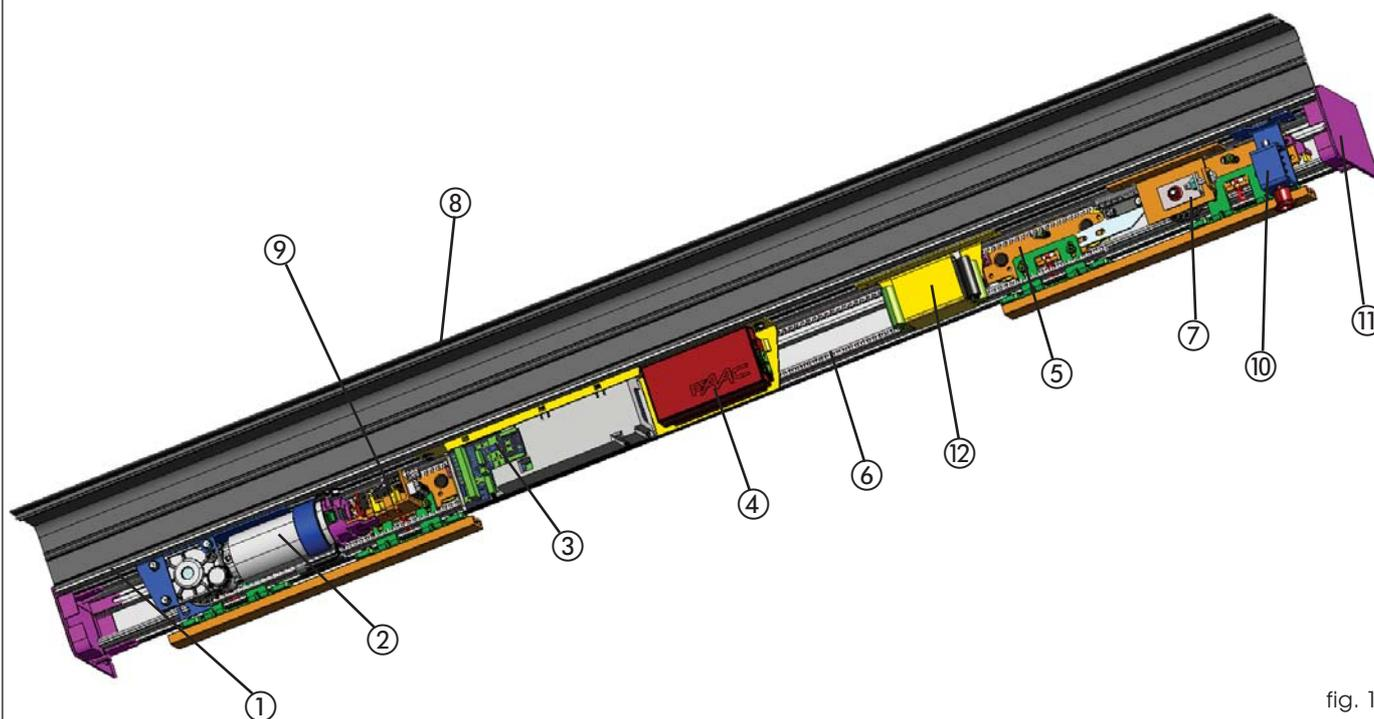

fig. 1
Une poutre d'automation (fig.1) est composée des pièces suivantes:
Profil de soutien (fig.1 réf. ①)
Groupe moteur (fig. 1 réf. ②)
Unité de contrôle (fig. 1 réf. ③)
Groupe d'alimentation (fig. 1 réf. ④)
Chariots de support du vantail (fig.1 réf. ⑤)
Courroie d'entraînement (fig. 1 réf. ⑥)
Groupe de la poulie de renvoi (fig. 1 réf. ⑦)
Carter de fermeture (fig. 1 réf. ⑧)
C'est le profil en aluminium qui permet la fermeture de l'automatisme. Les côtés (fig. 1 réf. ⑪) ferment intégralement le système.
Groupe du blocage du moteur (fig. 1 réf. ⑨)
Le groupe de blocage du moteur est fourni avec le dispositif de déverrouillage interne (fig. 1 réf. ⑩) qui permet, en cas de nécessité, d'effectuer une ouverture d'urgence; en outre, il est disposé pour l'installation éventuelle du déverrouillage externe (en option). Le groupe de blocage du moteur agit directement sur le moteur en le bloquant mécaniquement.
Batteries d'urgence (fig. 1 réf. ⑫)